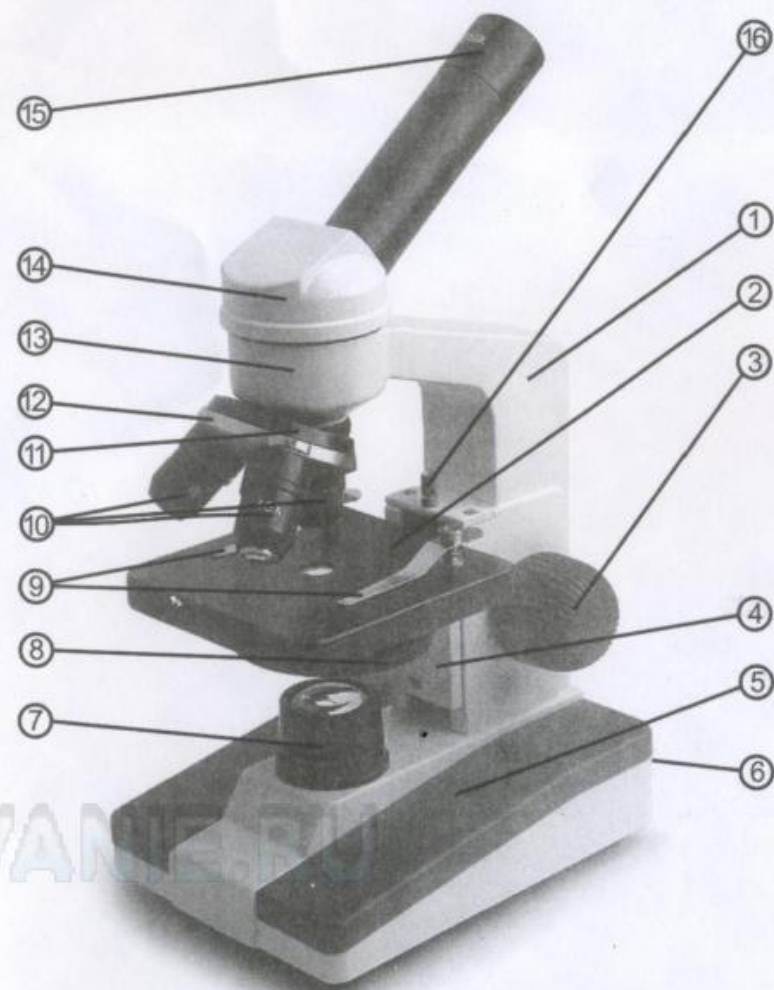

Рисунок 1 Микроскоп МИКРОМЕД С-11
В основании 5 (рис.1) микроскопа расположен источник света – светодиод, элементы питания (3 батарейки АА) и выключатель – клавиша 6.
- опустить вращением рукояток 3 (рис.1) фокусировки предметный столик 2 в нижнее положение;
При использовании механизма ограничителя (упора) необходимо помнить, что при работе с препаратами, толщина предметного стекла которых отличается от толщины, на которую был выставлен упор на заводе-изготовителе (1 + 0,1 мм), необходимо отжать винт упора 16 (рис.1) и самостоятельно выставить упор заново в соответствии с толщиной используемого предметного стекла или вообще не пользоваться упором.